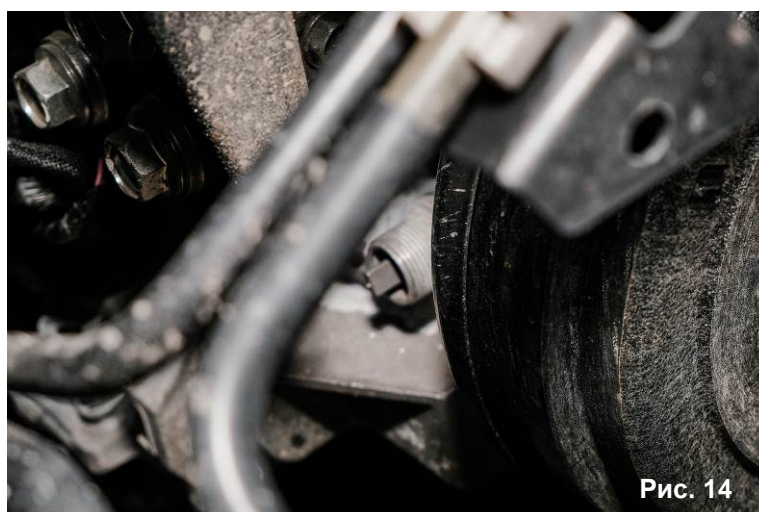

Рис. 14
*4.6. Установить вал-переходник, если он необходим (см. таблицу на стр. 3). Вал-переходник применяется (рис. 14), если устанавливается датчик скорости с механическим приводом, для магнитного датчика вал-переходник не нужен.